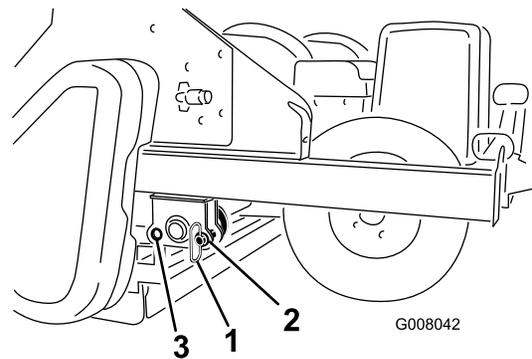

Figure 16
- Sortez les goupilles de remisage des trous arrière (Figure 16).
- Abaissez lentement le ProCore jusqu'à ce qu'il repose sur le rouleau arrière et les pneus. Insérez les goupilles de remisage dans trous avant (Figure 16).